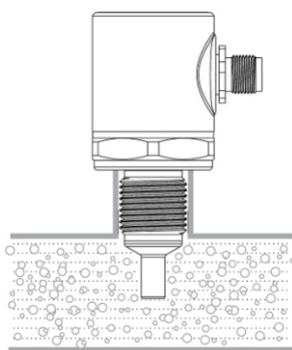

Рисунок 2
(2) Убедитесь, что в трубе нет пузырьков, чтобы обеспечить нормальную работу в области измерения (рис. 2).